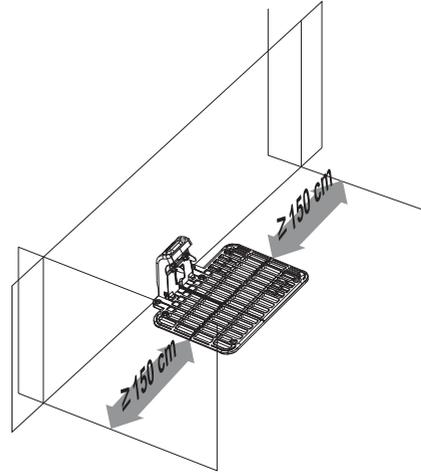

Fig. 3
- > L'espace libre minimal par rapport aux obstacles et aux bords doit être respecté sur les deux côtés (Fig. 3). Il est recommandé de placer la station de charge sur un bord droit présentant suffisamment d'espace, plutôt que dans un angle ou un virage.